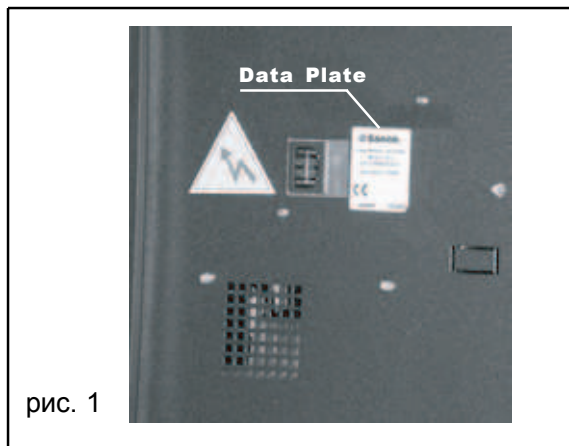

рис. 1
- данные на Информационной таблице (рис. 1);
Потребляемая мощность	Смотрите информационную плату (рис. 1)
Номинал напряжения питания	Смотрите информационную плату (рис. 1)
Частота напряжения питания	Смотрите информационную плату (рис. 1)